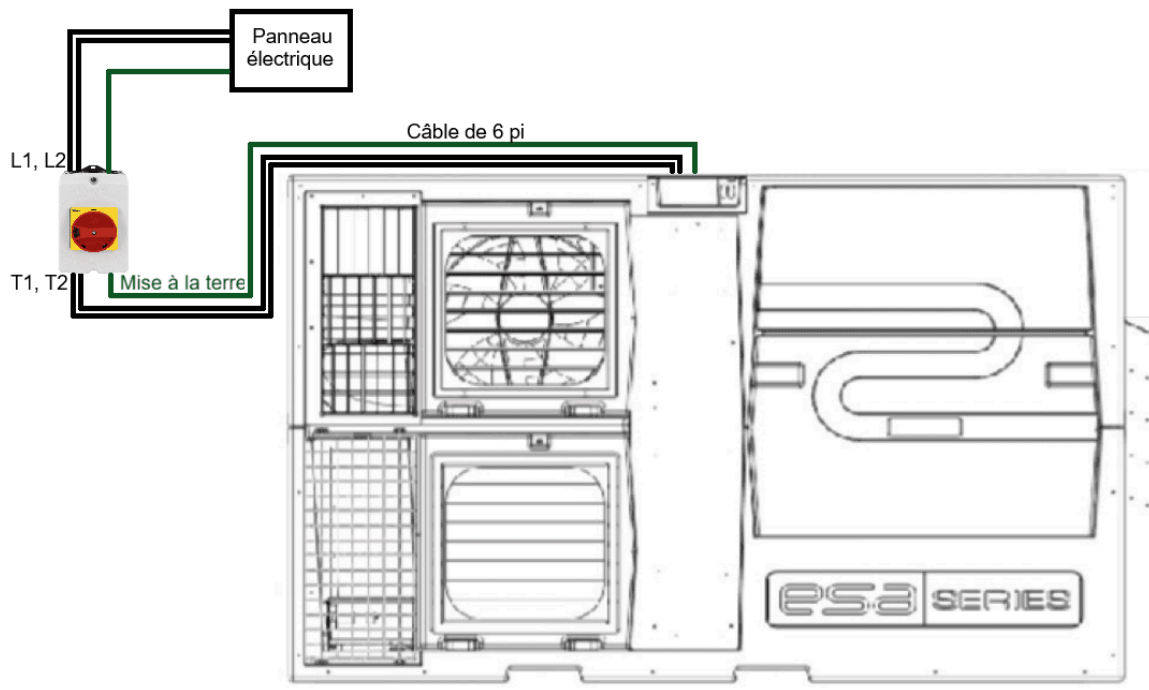

Figure 23 Interrupteur-sectionneur de l'échangeur ainsi que les connexions électriques
- a. Le câble 240 VAC (SJOOW 3c/14 AWG) doit être connecté à un dispositif de commande manuelle, soit l'interrupteur-sectionneur fourni par ESA, tel qu'illustré à la Figure 23. Ce dernier déconnectera en toute sécurité tous les conducteurs au point d'alimentation. Chaque ESA-3000 doit avoir son propre interrupteur.